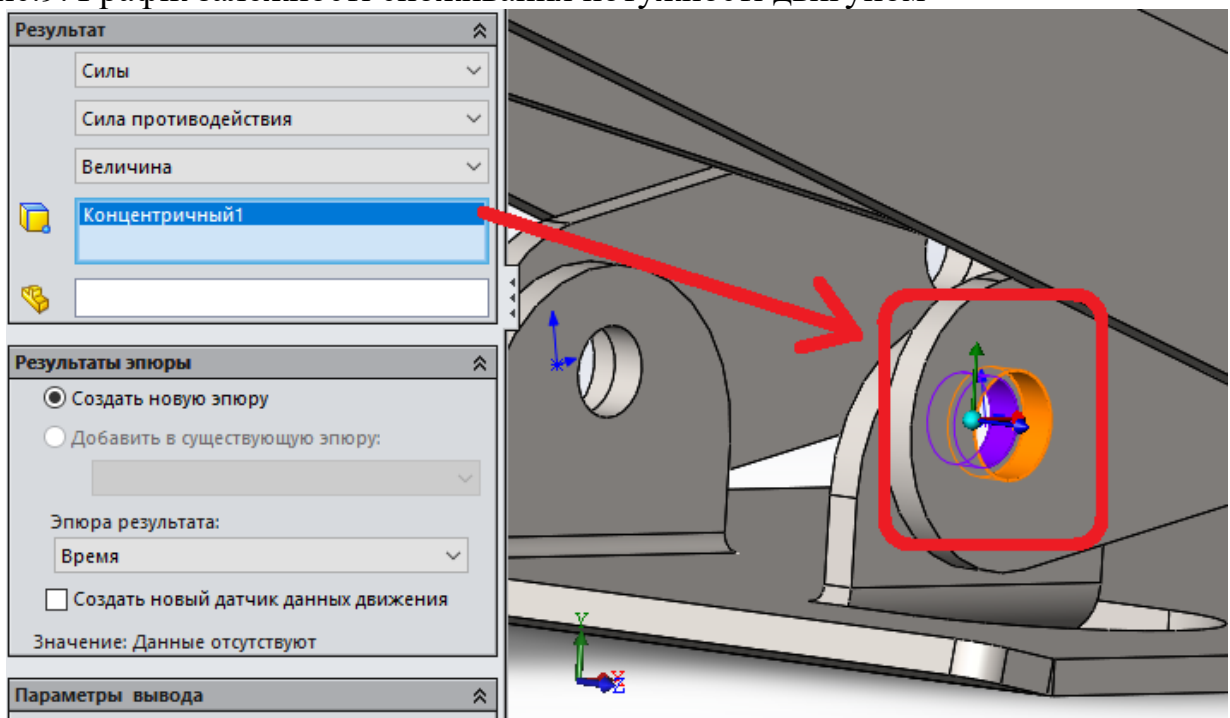
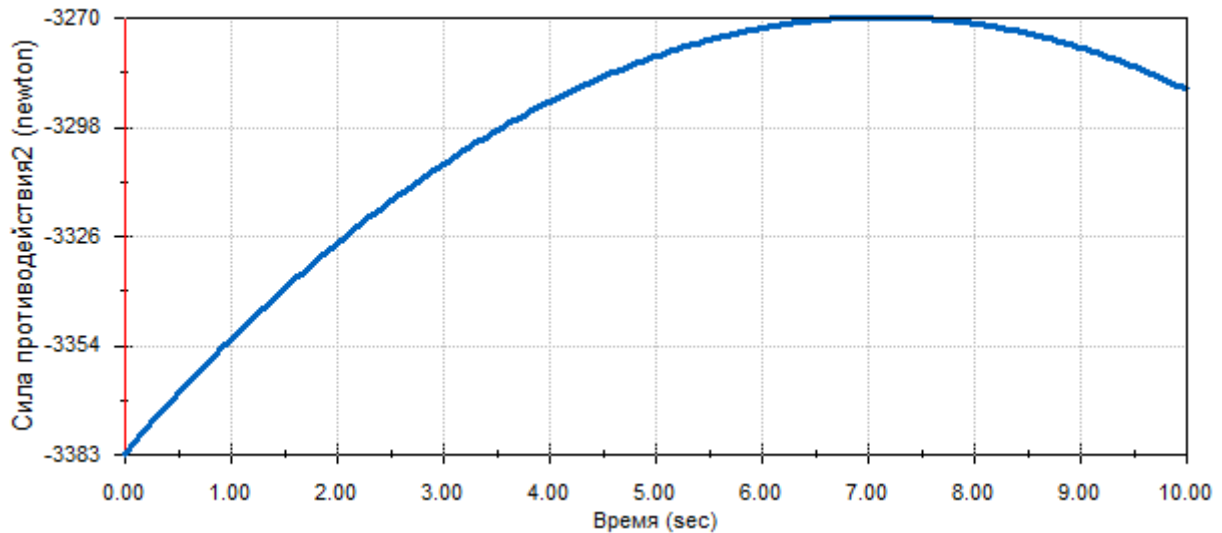

Рис. 10. Побудова епюри сили протидії у шарнірному з'єднанні.
Рис. 11. Епюра сили протидії шарнірного з'єднання
2.8. Натиснути **Результаты** → категорія **Силы** → підкатегорія **Сила противодействия** → вибір результуючого компоненту **Y-составляющая**, обрати спряження, як це показано на рис.10. Натиснути **Ок**. При цьому зявиться попередження Результат відображений на рис. 11.